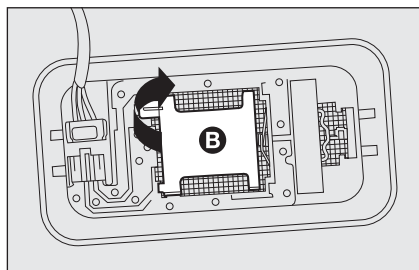

fig. 41
- abra la tapa **B**-fig. 41 como indicado;